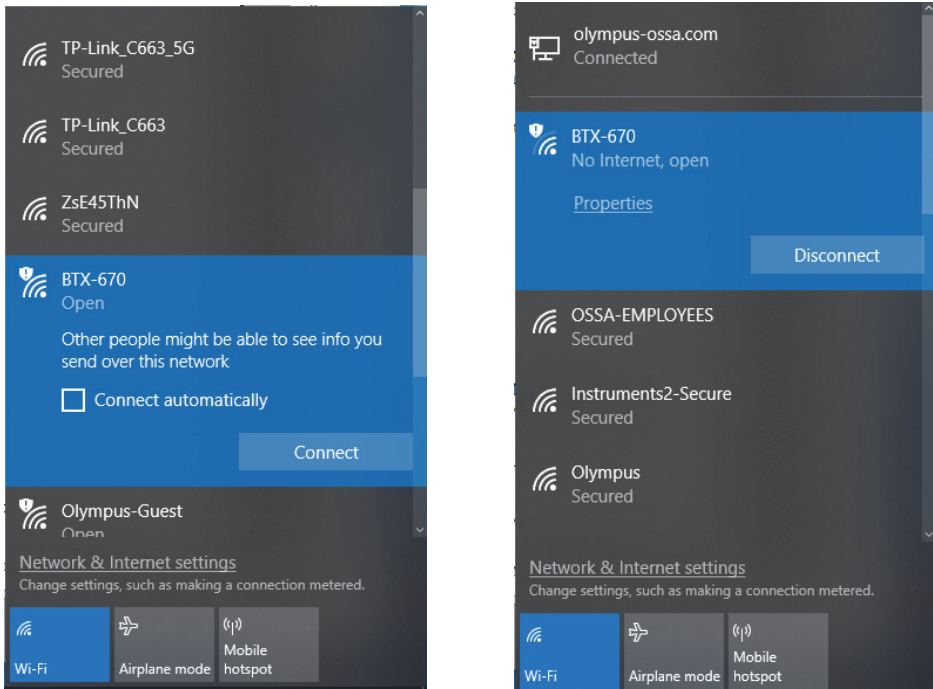

图 4-8 选择BTX III分析仪网络（左图）和连接BTX III分析仪网络（右图）
2. 将PC机与BTX III分析仪连接（参见第63页的图 4-8）。